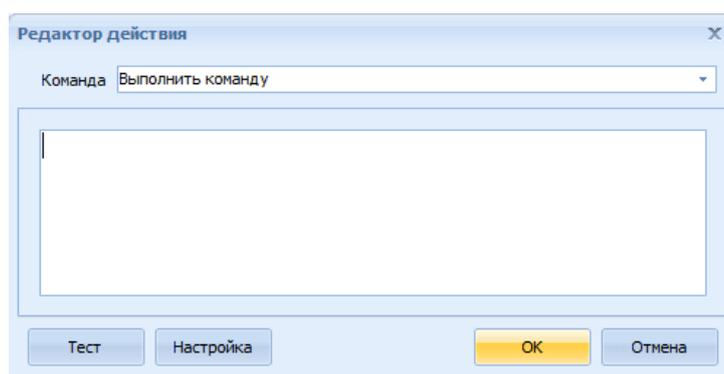

Рисунок 7.47 Окно редактор действия: Выполнить команду
- При выборе действия «Выполнить команду» можно ввести любую командную строку (Рисунок 7.47).